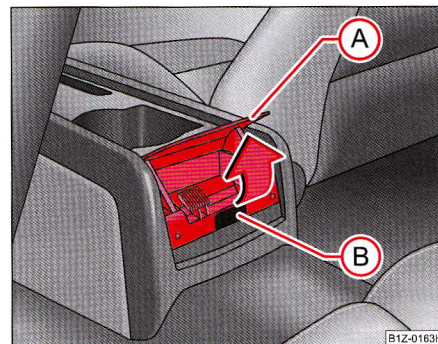

Fig. 94 Consola centrală inferioară: Scrumiera spate
- Prindeți capacul scrumierei de partea de jos **A** și rabatați-l în sensul săgeții ⇒ fig. 94.